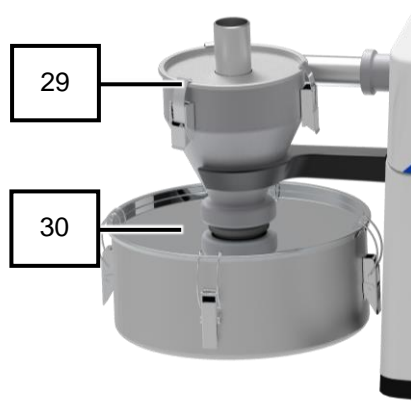

图29：带有旋流分离器的设备
17. 从旋流分离器(29)的收集容器(30)中取出研磨物料(图29)。